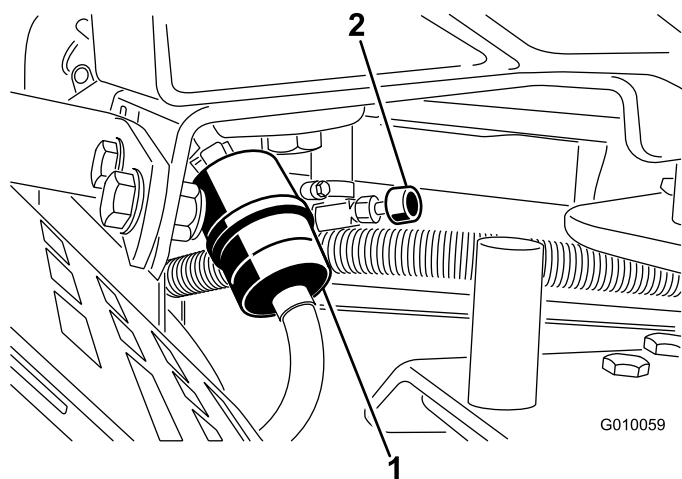

図 48
2. 燃料バルブを閉じる 図 48。
3. 古いフィルタのクランプをゆるめて脇に寄せる 図 48。
5. 新しいフィルタをホースに取り付け、クランプで固定する 図 48。
7. 燃料バルブを開く 図 48。
3. 燃料フィルタについているクランプをゆるめ、フィルタからはずす 図 48。
4. 燃料フィルタから燃料ホースを抜き取る 図 48。燃料バルブを開き、排出される燃料を適切な容器に受ける。
5. フィルタに燃料ホースをつなぎ、クランプで固定する( 図 48)。